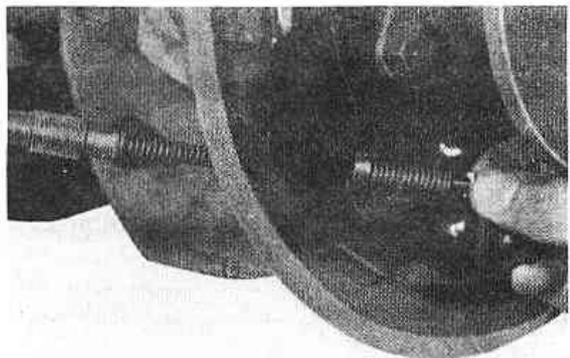

Рис.8.4. Отсоединение троса ручного тормоза (Разд.3)
6. Поместив отвертку между тормозной колодкой и рычагом привода тормозного механизма, отожмите рычаг троса ручного тормоза по направлению внутрь. Зажмите плоскогубцами конец троса ручного тормоза и отсоедините его от рычага. Проденьте трос ручного тормоза через отверстие щита тормозного механизма (Рис.8.4).